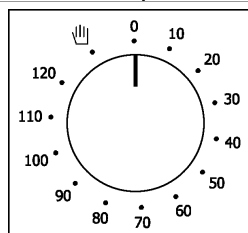

Fig. 1
**Programmation du temps de cuisson** - Mettre le bouton du programmeur (Fig. 1) sur le symbole  (fonctionnement continu) ou sur le temps voulu pour la cuisson (jusqu'à 120 minutes) pour allumer le four ; le four s'éteint automatiquement en fin de cuisson dans le second cas.